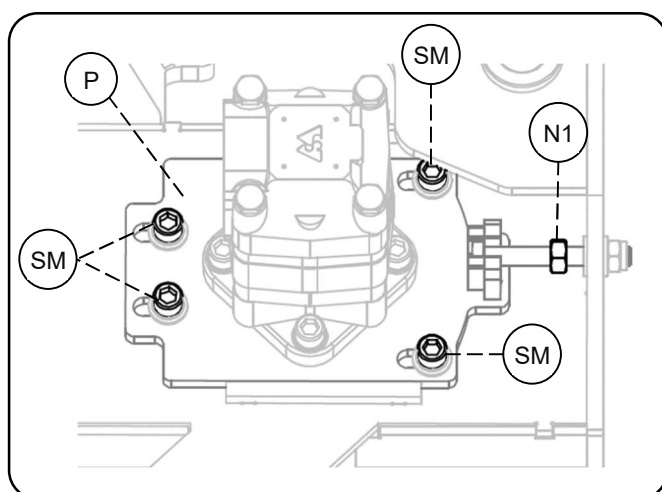

Bild.33
Steg 1, Bild.33: Lossa låsmutter (N1) ca 15mm därefter lossa 4st skruvar (SM) ca 3mm.